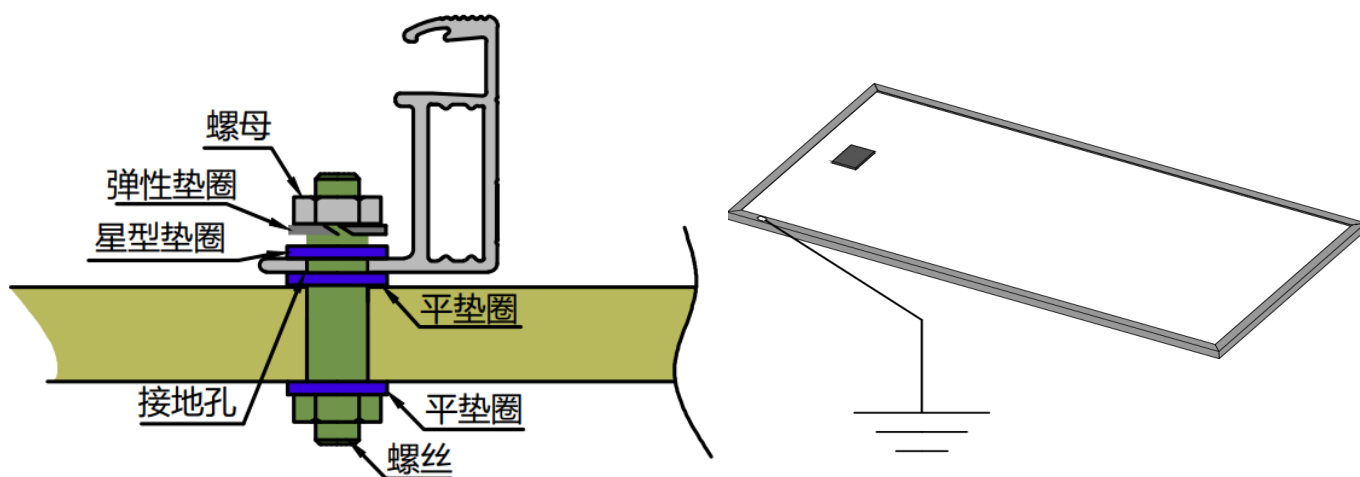

图12 组件接地图
- e) 所有组件都需按照国际或当地的电气法规规定接地。使用预留的接地孔将组件通过接地线连接到支架，注意在接地线与组件边框之间需使用不锈钢星形垫片（图12左），此垫片用于避免不同金属接触而导致的腐蚀现象。拧紧螺丝，拧紧力矩要足够大，确保接地线不能用手拔出。用户可根据组件安装商建议自行选择接地方案；